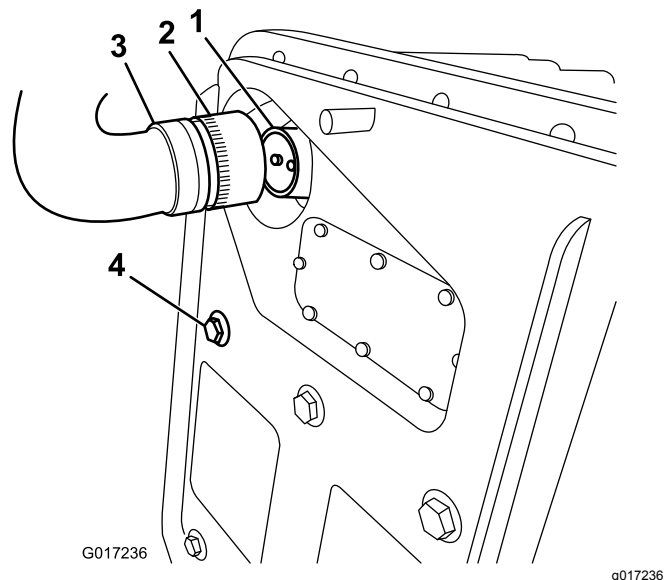

Рисунок 14
**Примечание:** Вставьте разъем жгута проводов в разъем аккумуляторной батареи (Рисунок 14 и Рисунок 15).